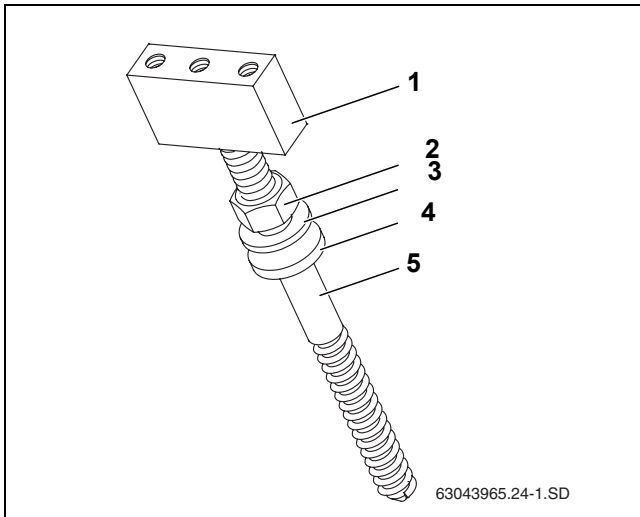

Bild 22 Reihenfolge Stockschrauben-Montage
- ▶ Beim Montieren der Stockschrauben die Reihenfolge der einzelnen Teile beachten (Bild 22).
- ▶ Haltebock (Bild 22, [1]) bis zum Anschlag auf die Stockschraube (Bild 22, [5]) drehen.